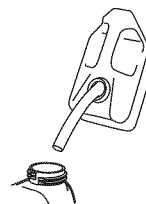

Fig. 10
1. Quite la tapa del tanque de combustible (Fig. 10).